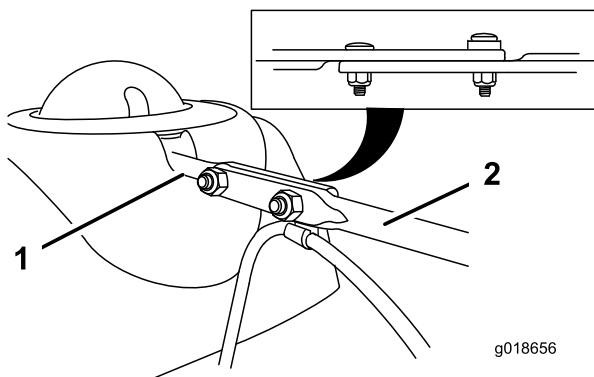

Figura 15
3. Allineate il lato posteriore piatto della lunga asta di comando del camino di scarico con il lato anteriore piatto dell'asta corta che protrude dal quadro di comando, in modo che siano inseriti l'uno nell'altro (Figura 15).